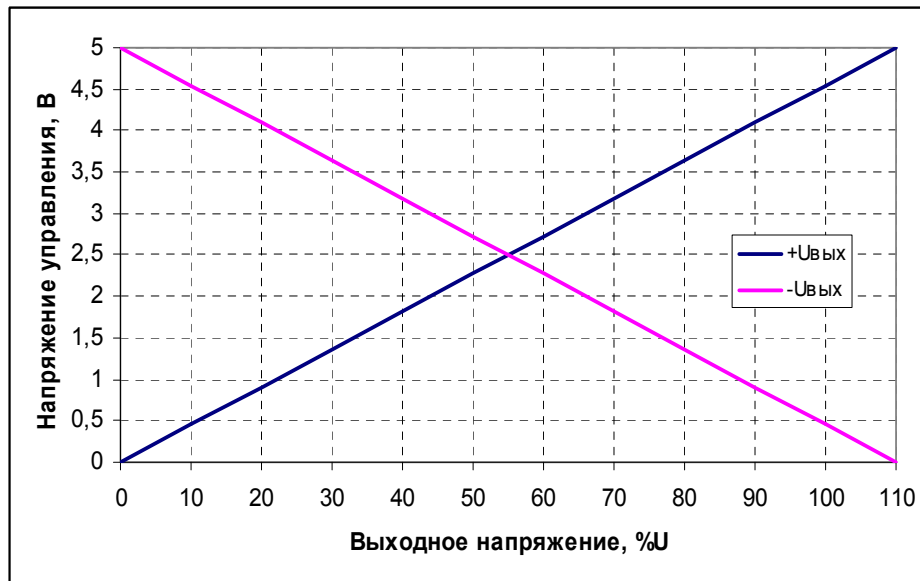

Рис. 1 Графики соответствия выходного напряжения напряжению управления.
Для задания выходного напряжения служит контакт 6 разъема управления. Сопротивление этого входа 1,1МОм относительно GND для моделей с положительной полярностью выходного напряжения и 1,1МОм относительно +5В вывода опорного напряжения для моделей с отрицательной полярностью выходного напряжения. Задавать напряжение на контакт 6 можно либо при помощи потенциометра, включенного между контактом опорного напряжения (7) и землей (5), либо подавая внешнее напряжение. Соответствие выходного напряжения напряжению управления можно оценить по графикам, приведенным на рис. 1.